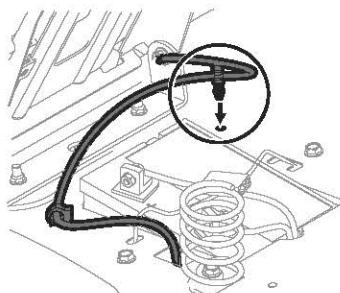

Figure 4
- Faites enclever l'attache pour retenir l'excédent de fil à l'aile (Figure 4).